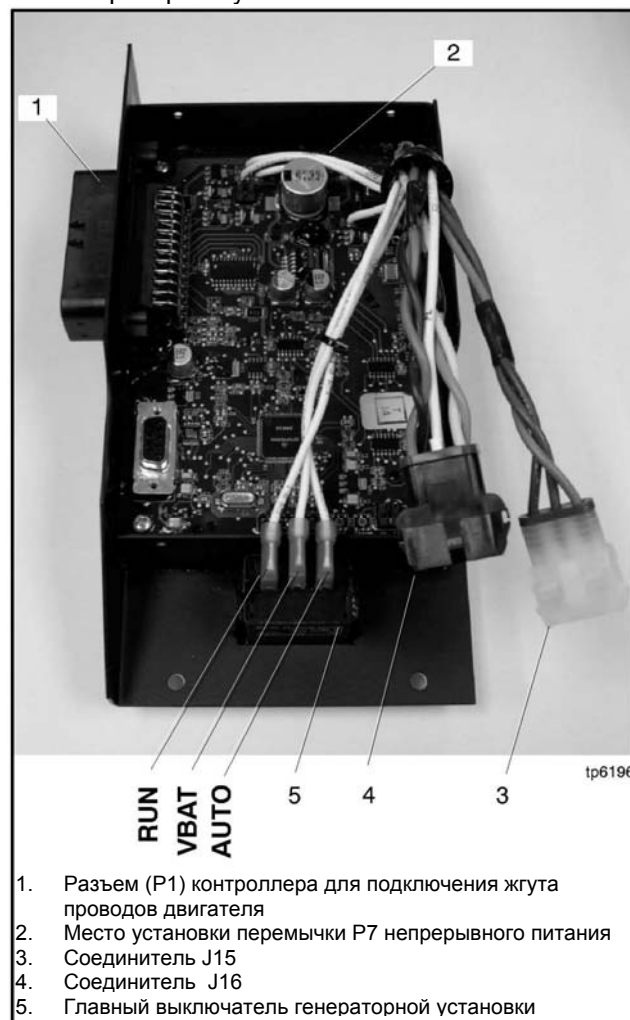

Рисунок 7-15 Контроллер ADC (задняя панель снята)
Перемычка установленная на контакты контроллера P7-1 и P7-2 поддерживает постоянную подачу питания на контроллер. Контроллеры поставляются с установленными перемычками. См. Рисунок 7-15.
- a. Отключить жгут проводов двигателя от разъема P1 (35 контактный) на контроллере. Отсоединить соединители J15 и J16. См. Рисунок 7-15.
- a. Запомнить маркировку на трех концах подключенных к главному выключателю генераторной установки, чтобы не перепутать концы при последующем переподключении. Отсоединить концы от розовых разъемов. См. Рисунок 7-15.
4. Найти разъем P7 рядом с верхней частью контроллера. См. Рисунок 7-15. Снять перемычку с контактов 1 и 2 разъема P7. Если разъем P7 имеет 3 контакта, переставьте перемычку на контакты 2 и 3 для её сохранности.